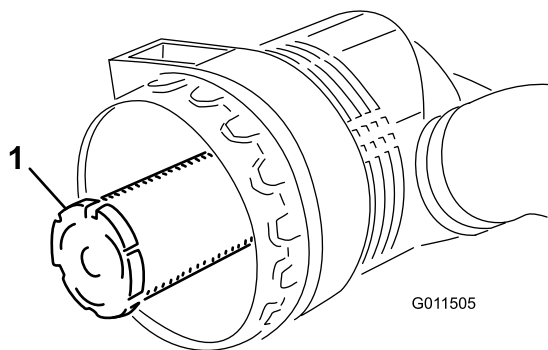

Figura 87
**Importante:** Nunca tente limpar o filtro de segurança (Figura 87). Substitua o filtro de segurança após três operações de manutenção do filtro primário.